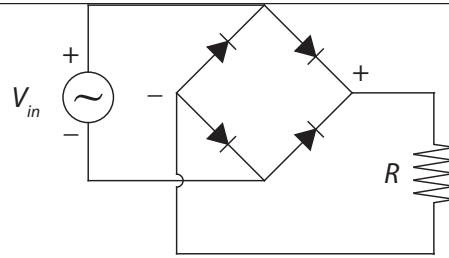

Figura 5.3: Circuito rectificador de onda completa con puente de diodos.
- h) Arme el circuito de la figura 5.3 con el puente de diodos. Use $R = 1 \text{ k}\Omega$. Introduzca una señal sinusoidal de 10 V peak to peak y 50 Hz. Con el osciloscopio, en acoplamiento DC, observe el voltaje a través de la resistencia.